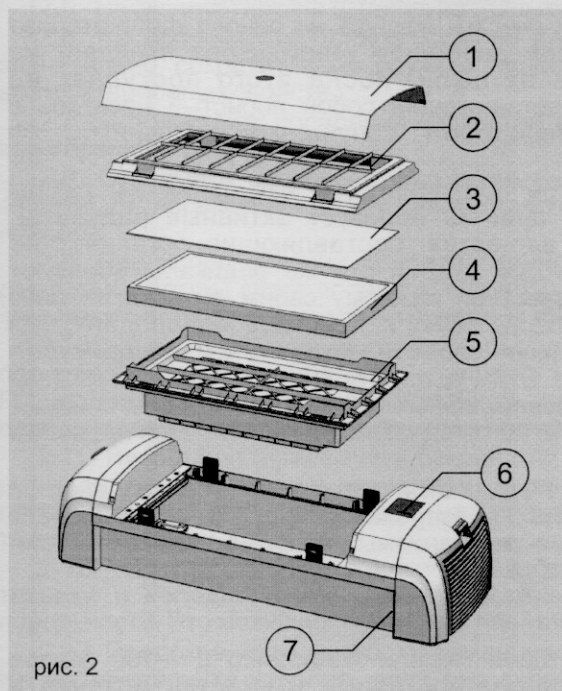
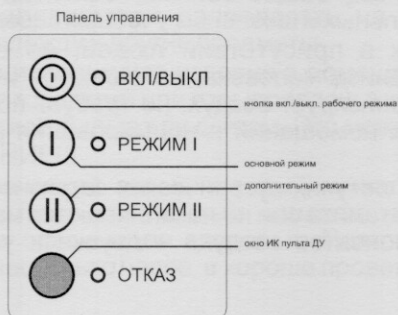

рис. 2
рис. 3
Подсоедините прибор к источнику питания (воткните вилку шнура электропитания прибора в розетку). Для перевода прибора в «режим ожидания» переведите переключатель «0/1» (выключатель электропитания 7 (СЕТЬ) рис. 2 стр. 6) в положение «1». На панели управления (рис. 3 стр. 6) светодиод Вкл/Выкл. начинает моргать зеленым светом.
Для перевода прибора в рабочий режим на панели управления нажмите кнопку «Вкл/Выкл» (рис. 3, стр 6), при этом светодиод начинает постоянно гореть зеленым светом.
Для переключения режимов работы нажмите кнопки «РЕЖИМ I» или «РЕЖИМ II» на панели управления (рис. 3, стр. 6), при этом загораются соответствующие режиму светодиоды.
- нажать кнопку «Вкл/Выкл» на панели управления (рис. 3, стр. 6) и перевести прибор в режим ожидания, при этом светодиод начнет моргать зеленым светом;
- перевести выключатель электропитания 7 (СЕТЬ) (рис. 2, стр. 6) в положение «0»;
При неисправной работе прибора загорается красный светодиод «ОТКАЗ» на панели управления (рис. 3, стр. 6) и прибор отключается, при этом необходимо отключить прибор от сети кнопкой 7 (рис. 2, стр. 6), перевести ее в положение «0».
- нажать кнопку 7 (рис. 2, стр. 6), перевести ее в положение «1»;
- нажать кнопку «Вкл/Выкл» на панели управления (рис. 3, стр. 6).